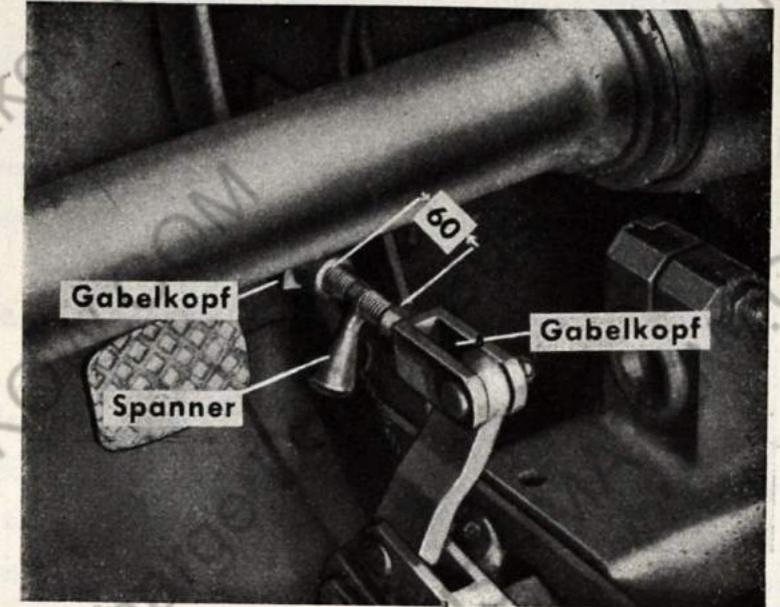

Bild 12
22. Die Fußbremse ist mit den Lenkbremsen gekuppelt, das Einstellen derselben ist mit den Lenkbremsen erfolgt. Ein Nachstellen am „Spanner“ (s. auch Bild 12) ist nur dann notwendig, wenn die Fußbremse nicht mehr zieht, die Lenkbremsen jedoch noch nicht nachgestellt zu werden brauchen.